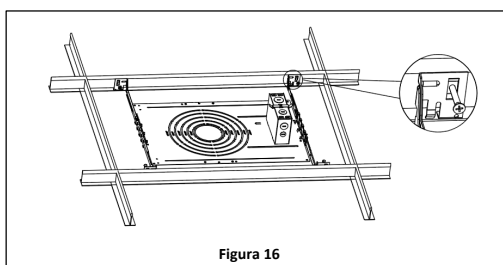

Figura 16
1. Fija el conjunto a las rejillas en T en el área deseada para la instalación al colgar los extremos de las barras para colgar en las rejillas en T. **Ver Figura 16.**